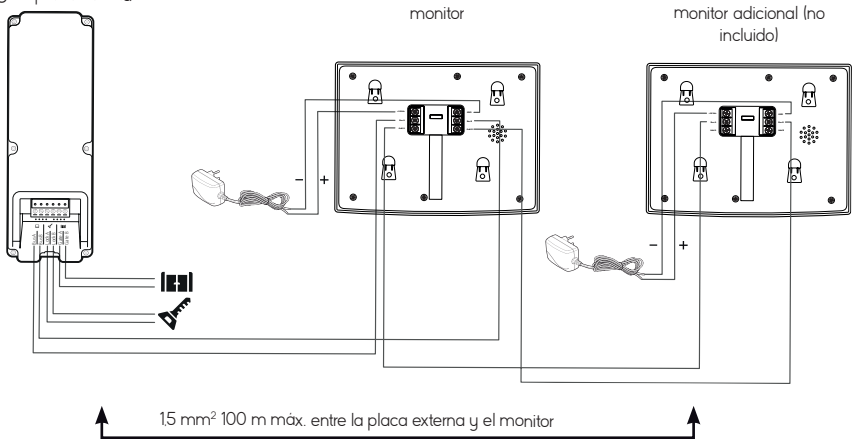

Fig. 9
- Para asegurar una buena calidad de sonido y de imagen, se recomienda no usar más de 100 m de cable entre el videoportero y la placa externa. La sección de los cables que se debe usar se indica en la **Fig. 9**.